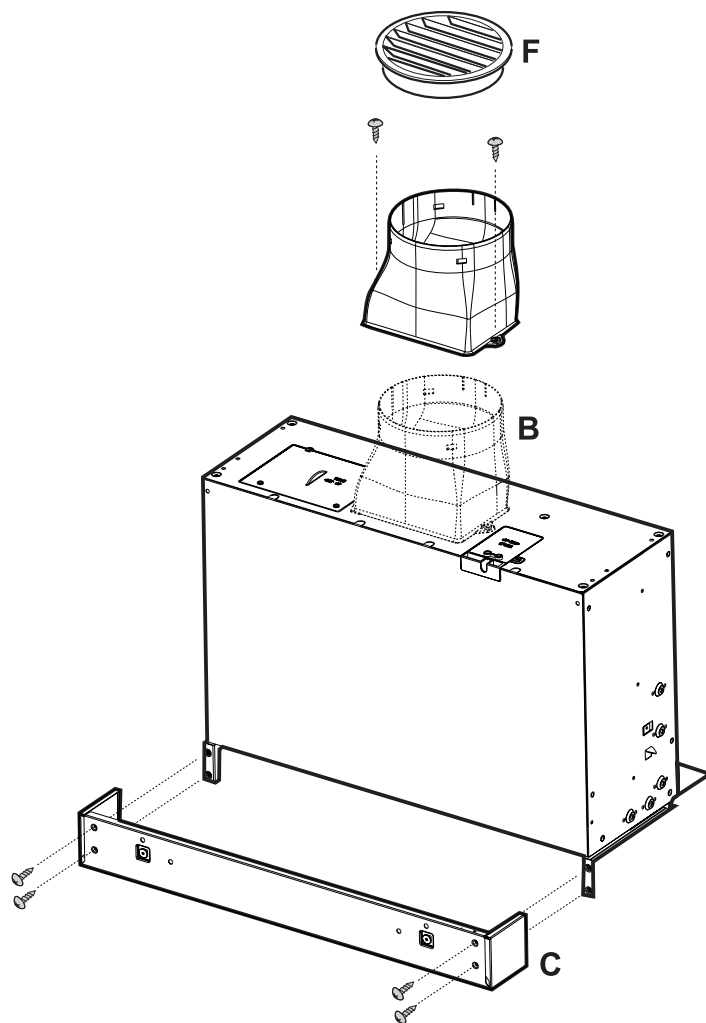

Fig. 2
När så är fallet skall distansstyckena monteras på utsidan av fläktkåpan's stomme, vid hålen avsedda för skruvarna som används för att fästa fläktkåpan vid väggskåpet (Fig. 2-A).
1. Mät väggskåpets djup (inklusive skåpluckan). Om det uppmätta djupet är 315 mm eller mindre skall höljet på 37 mm monteras. Om djupet däremot överstiger 315 mm måste höljet på 75 mm monteras. Höljet C skall sättas fast vid fästjärnen på fläktkåpan's stomme med 4 skruvar (Fig. 2).
2. Sätt fast luftutsläppets kopplingsstycke **B** ovanpå fläktkåpan's stomme (Fig. 2).
Sätt fast skärmen **F** (Fig. 2) på luftutsläppets kopplingsstycke.